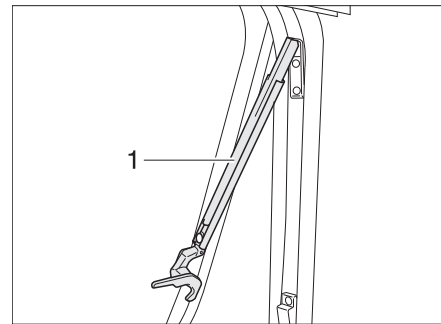

Bild 39 Överkantshängt fönster med automatik-spärrar, öppet
- Öppna det överkantshängda fönstret till önskat läge. Automatik-spärren (Bild 39,1) hakar fast automatiskt.